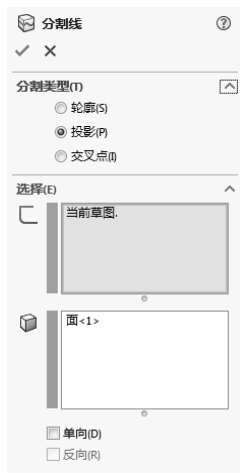

图 10-181 进行分割线操作
⑩ 生成分割线特征。单击“特征”控制面板中的 $\square$ （分割线）按钮，或选择“插入”→“曲线”→“分割线”菜单命令，弹出“分割线”属性管理器中。在“分割类型”中选择“投影”，在“要投影的草图”列表框中选择“圆”草图，在“要分割的面”列表框中选择实体的上表面，如图 10-181 所示。单击✓（确定）按钮，完成分割线操作。